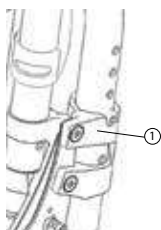

Fig. 19a
- Estraiete il bracciolo del ricevitore (1) (Fig. 19a).